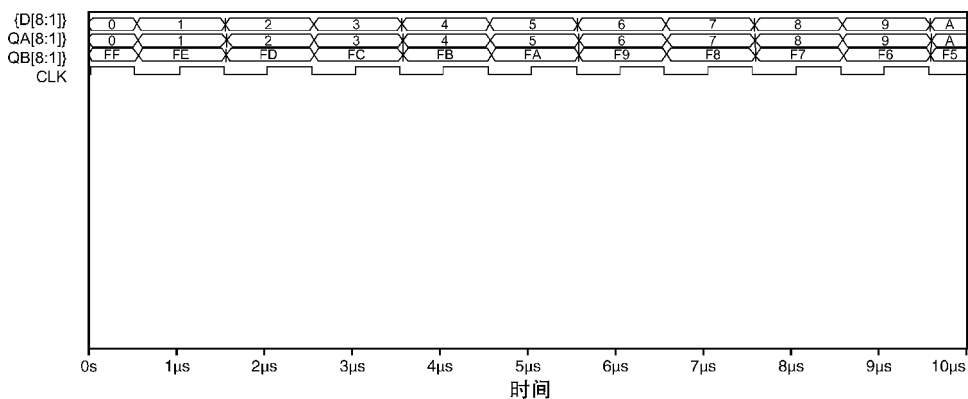

图 18.14 数字总线波形
12. 如图 18.14 所示，总线 D [8 - 1] 和 QA [8 - 1] 按照递增的形式进行计数。因为 U3 是反相缓冲器，所以 QB [8 - 1] 的起始值为 FF，并且以递减的形式进行计数。将仿真输出波形与图 18.14 中波形进行对比，检验输出结果是否正确。